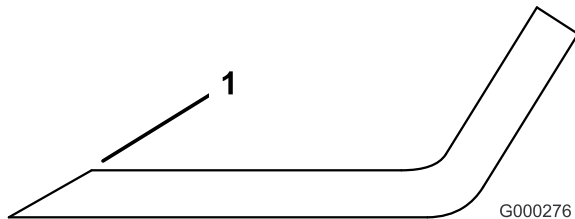

Figure 100
1. Au moyen d'une lime, affûtez les tranchants aux deux extrémités de la lame (Figure 100). Veillez à conserver l'angle de coupe d'origine. Limez la même quantité de métal sur chacun des deux tranchants pour ne pas déséquilibrer la lame.